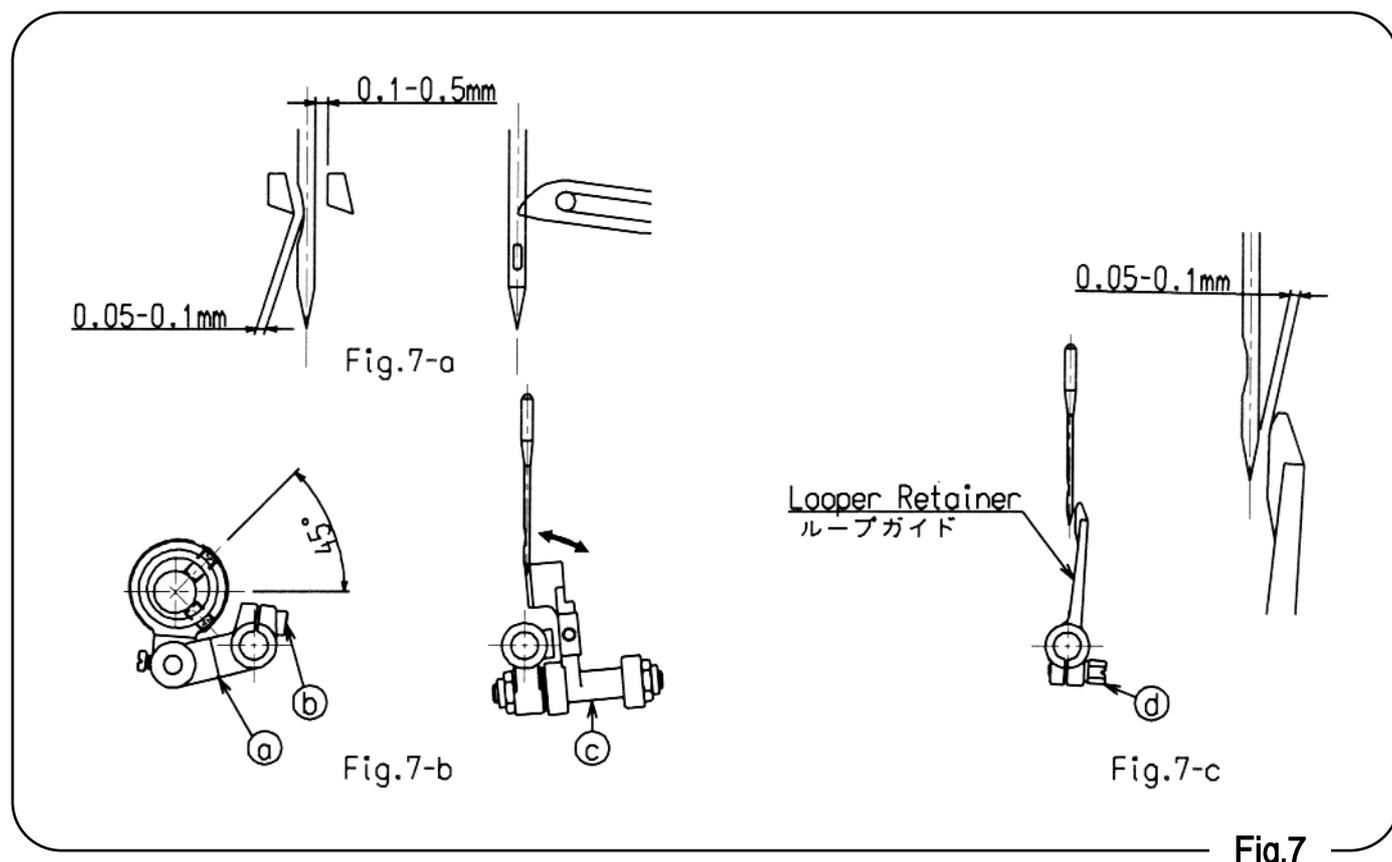

Fig.7
Adjust the clearance between the needle and the looper to between 0.05-0.1mm when the needle goes forward and passes the rear of the needle. To obtain the correct clearance, loosen the screw **b** of the looper rocker frame **a** and incline **c** the looper rocker. Adjust the clearance of the needle and looper to between 0.1-0.5mm when the looper moves forward to the right at the closest point to the needle.(Fig.7-a)
To facilitate the adjustment first adjust the looper avoid eccentric cam so that its screw is 45° to center of the main shaft.(Fig.7-b)
Loosen set screw **d** and adjust the clearance of the needle and looper retainer to between 0.05-0.1mm as the needle goes up.(Fig7-c)
- 次に、ルーパースが前進から右に後退するとき、針のえぐりとルーパースの間の隔は 0.1～0.5mm に調整してください。(Fig.7-a)
- ベルクランクが下がった位置で、ルーパース倒しカムを仮締めして、微調整をしてください。(Fig.7-b)
- ルーパースガイドと針の間の隔を調整します。針がもっとも下がった位置から、上昇するときに、ルーパースガイドと針の間の隔を 0.05～0.1mm になるように調整してください。(Fig.7-c)